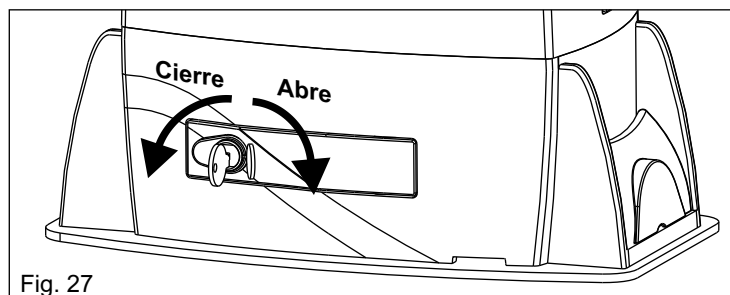

Fig. 27
- Abir el cubre cerradura, insertar la llave y rotarla en en sentido horario de 90° (Fig. 27).